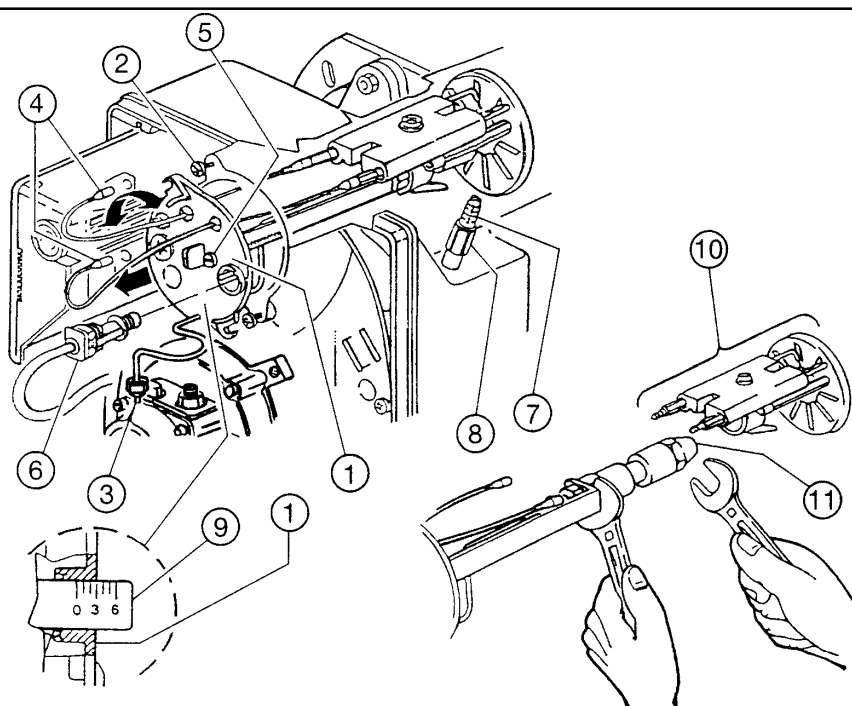

Рис. 13
- после отвинчивания винтов 2, гаек 3, отсоединения провода 4 и фоторезистора 6, освободить подход к форсункодержателю 1 (см.рис.13);
- удалить из прохода форсункодержателя суппорт стабилизатора пламени 10, после отвинчивания гайки 3 (Рис. 13) трубопровода;
- навинтить форсунку 1 как показано на рис.13.
Зависит от расхода горелки и делается с помощью винта 5 до тех пор, пока необходимая цифра на настроечной линейке 9 не совпадет с плоскостью 1 группы форсункодержателя (см. рис. 13).
На рис. 13 головка регулируется для расхода 0,85 галлон/ч (CRONO 5-L), 12 бар. Настроечная линейка 9 находится в положении 3 (Таблица 1).
Для настройки отвернуть гайку 8 и регулировать с помощью винта 7 (см.рис.13).